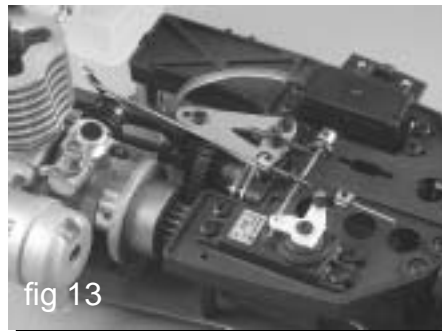

fig 13
*Mount the throttle and brake linkage as shown in fig 13 and 14.*
Für die Verbindung von Drosselklappe und Bremse benötigte Teile: siehe Abb. 12. Montieren Sie die Verbindung zwischen Drosselklappe und Bremse wie in Abb. 13 und 14 gezeigt. Stellen Sie sicher, dass der Drosselklappenhebel sich in der neutralen Position befindet. Wenn Ihre Drosselklappenverbindung richtig eingestellt ist, muss Ihr Vergaser 1- 2 mm geöffnet sein, und die Bremse darf nicht angezogen sein. Wenn der Hebel nach vorn gedrückt wird, muss sich der Vergaser vollständig öffnen. Wenn Sie den Hebel nach hinten ziehen, muss die Bremse angezogen werden.